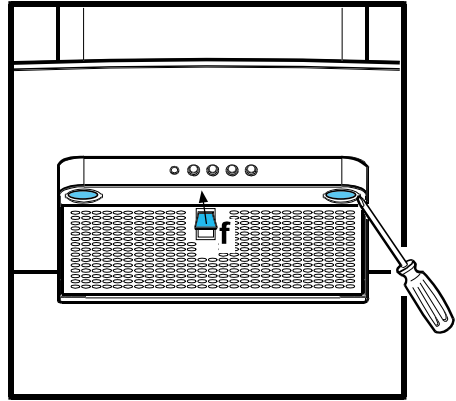

Fig. 2 - Abb. 2 - Afb. 2
**Fettfilter:** Dieser muss einmal monatlich mit milden Reinigungsmitteln per Hand gereinigt werden; er kann auch bei niedriger Temperatur und kurzem Spülgang in der Geschirrspülmaschine gewaschen werden. Um den Fettfilter zu entfernen, muss der Griff **f** mit dem Federmechanismus nach unten gezogen werden (**Abb. 2**).
**Ersetzen der Lämpchen:** Die Ränder des Lämpchens mit einem kleinen Schlitzschraubenzieher anheben, um das Lämpchen entnehmen zu können (**Abb. 2**).
**Anti-Grease filter:** it must be cleaned once a month, using non-aggressive detergents, manually or in the dish-washer at low temperature and brief cycle. In order to remove the anti-grease filter, pull the spring handle **f** downwards – (**Fig.2**). When washed in a dish-washer, the grease filter may discolor slightly, but this does not affect its filtering capacity.
Remove the light bulb from the lamp using a small screw driver as a lever on the borders. (**Fig. 2**) Replace the light bulb with a new PHILIPS STANDARD LINE code 425409 of 12V 20W 30° Æ35 12V GU4.
Utiliser un petit tournevis à lame, pour faire levier sur les bords de la lampe et pour l'enlever (**Fig. 2**).